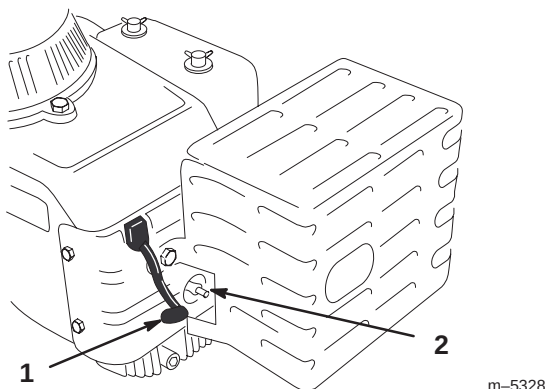

Bild 28
3. Ziehen Sie den/die Kerzenstecker von der(n) Zündkerze(n) (Bild 28). Reinigen Sie jetzt den Bereich um die Zündkerze(n), um zu verhindern, dass Schmutz in den Motor fallen und Schäden verursachen kann.
3. Drücken Sie den/die Kerzenstecker auf die Zündkerze(n) (Bild 28).